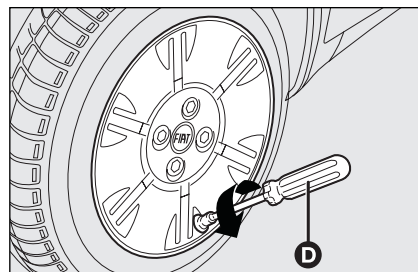

fig. 15
- svitare il cappuccio della valvola del pneumatico, estrarre l'elemento interno valvola mediante l'utilizzo dell'attrezzo **D**-fig. 15, avendo cura di non appoggiarlo su sabbia o sporco;